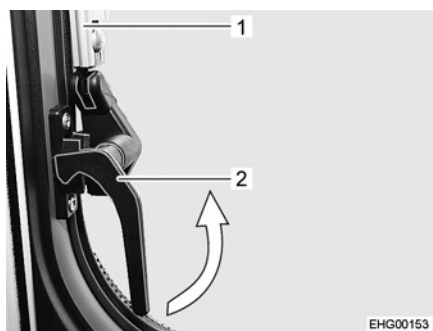

Bild 23 Verriegelungshebel, seitlich (Stellung "geschlossen")
- Die seitlichen Verriegelungshebel (Bild 23,2) eine viertel Umdrehung zur Fenstermitte drehen.
- Das Ausstellfenster bis zur gewünschten Raststellung öffnen. Der Automatik-Aussteller (Bild 23,1) rastet selbstständig ein.